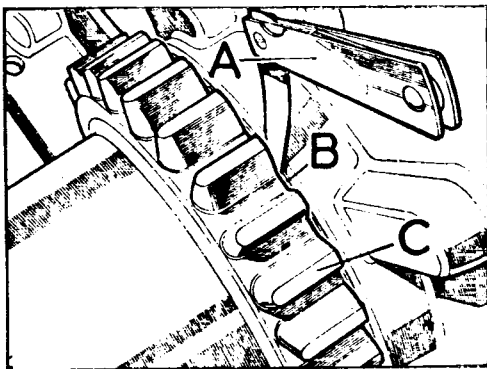

Fig. C1-46 Comprobación del juego longitudinal del piñón intermedio
- d) Utilizando galgas se comprobará el juego longitudinal del piñón intermedio, C (Fig. C1-46), el cual debe estar comprendido entre 0,10 á 0,20 mm. El ajuste se efectuará, bien rebajando la cara de acero de las arandelas, o agregando - suplementos según necesidad.